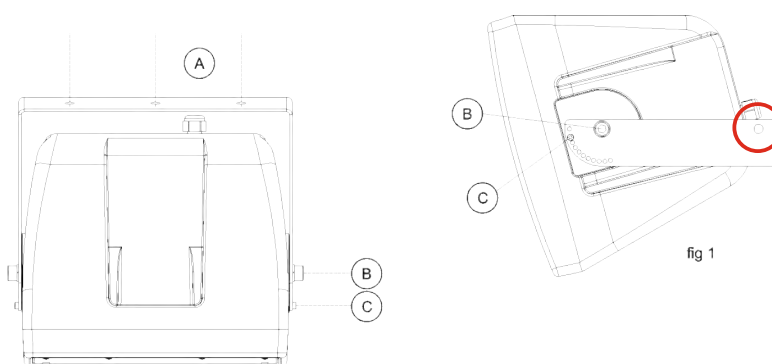

fig 1
- 2) Fixer l'étrier mural avec les vis appropriées en utilisant tous les trous de fixation de celui-ci (A).
- 3) Positionner le diffuseur entre les deux bras de l'étrier et le fixer par l'intermédiaire des deux boulons M10 (B).
- 4) Orienter le diffuseur dans la position souhaitée et le bloquer par l'intermédiaire des pivots M6 (C) prévus à cet effet.
N.B. Pour obtenir le degré de protection IP55, il faut que l'angle de rotation du diffuseur soit de 15° minimum vers le bas (voir fig. 1); ensuite l'angle du diffuseur peut varier à des pas de 10° (voir fig. 2).